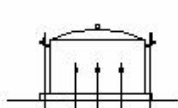
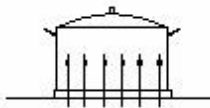

Рис.4
Рис.7
3.7. Для снижения расхода электроэнергии, ускорения процесса приготовления пищи и увеличения срока службы электроконфорок рекомендуется пользоваться кухонной посудой, имеющей ровное и плоское дно диаметром равным или несколько большего размера электроконфорки (рис.7)
Выбор посуды : Рис. 4, 5, 6 – неправильно, рис.7 - правильно